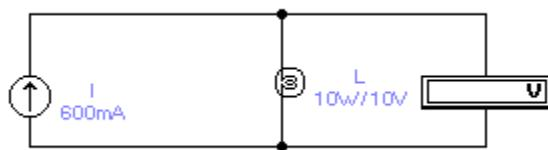

Рис. 13. Применение лампы накаливания в качестве предохранителя.
22. Используя схему на рис. 13, определите ток I, при котором лампочка L перегорает при различных значениях допустимой мощности